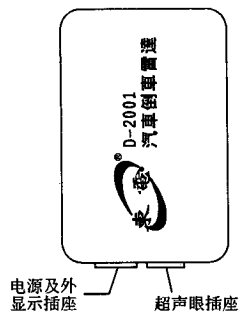

Fig.6
3. 4. 1 主机式样如图6，放置在隐蔽处，即方便走线又与其他用电设备保持适当距离以防电磁干扰，用双面胶贴粘牢。